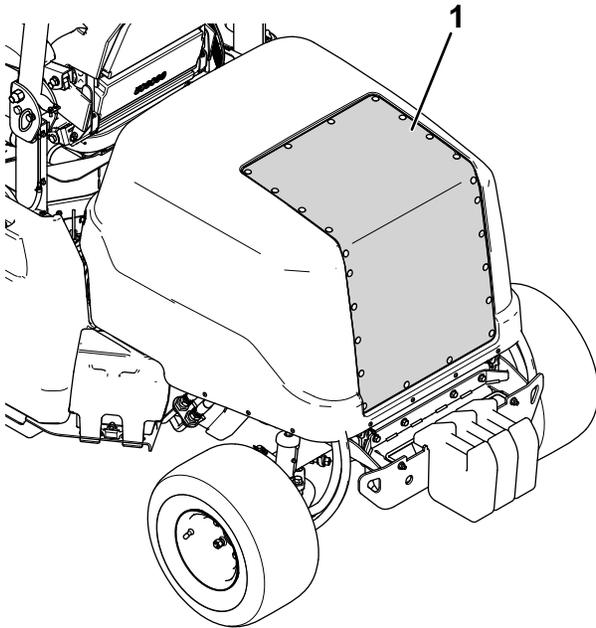

Figura 70
2. Utilice aire comprimido para limpiar la rejilla del capó (Figura 70). Dirija el chorro de aire hacia fuera de la máquina.